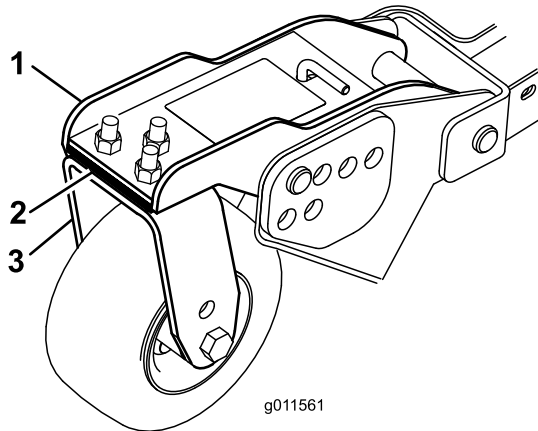

Figura 92
1. Retire los tornillos de caperuza y las tuercas que fijan el brazo de las ruedas giratorias a la horquilla de la rueda (Figura 92).